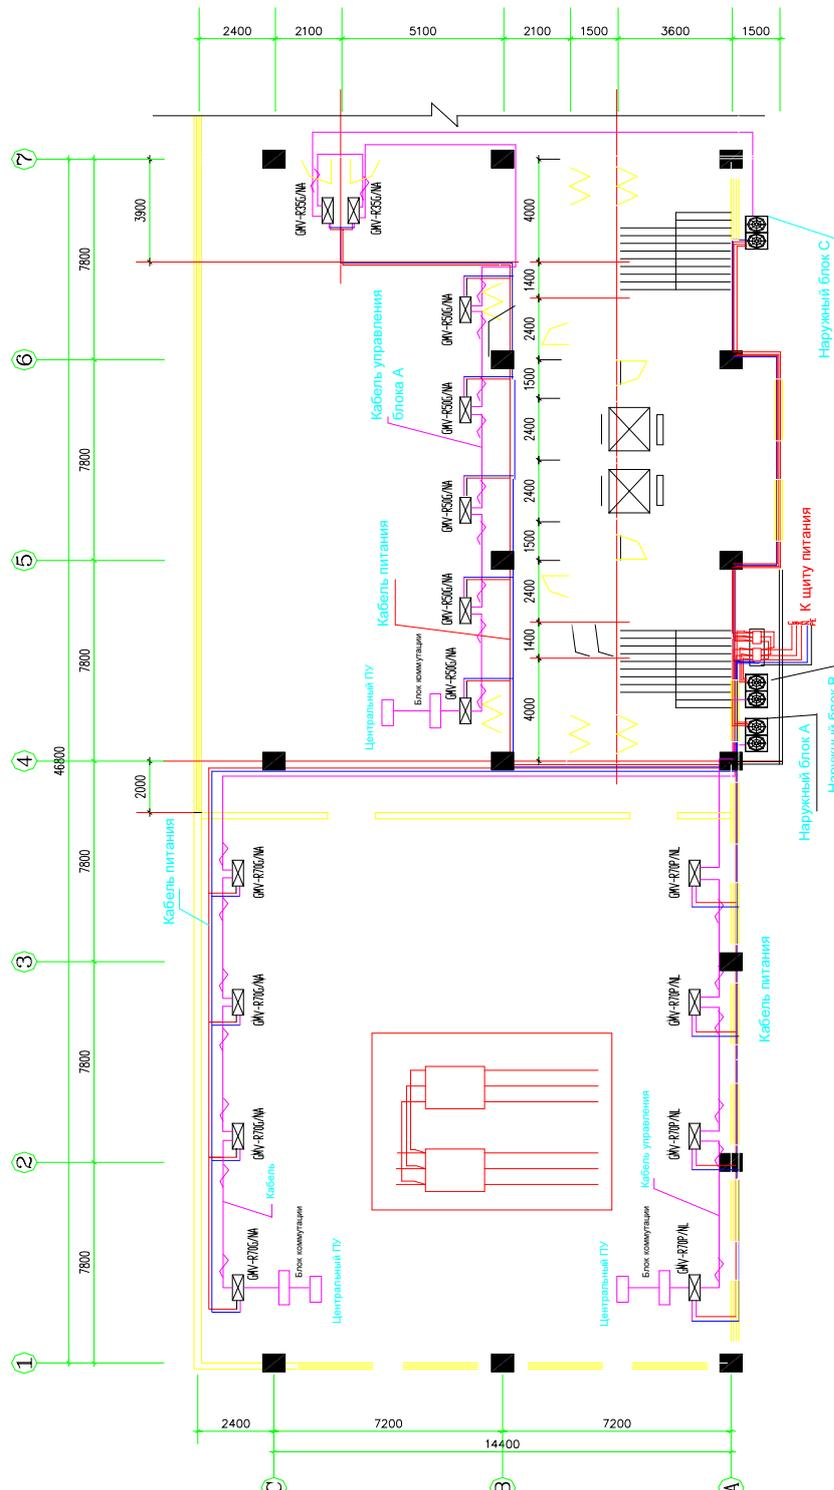

Рис.5.6- Схема прокладки кабеля питания и управления
5.7.5 Пример составления спецификации для схемы проводки кабелей питания и управления для блоков GMV-R300W2 (см. рис. 5.6):